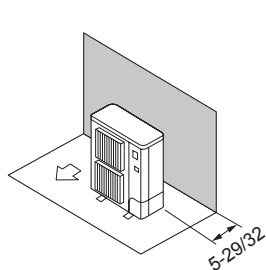

Fig. 2-6
- ① Obstacles à l'arrière (Fig. 2-6)